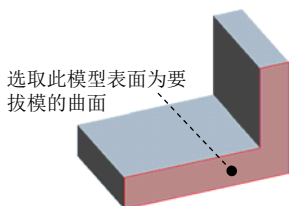
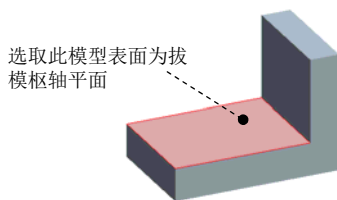
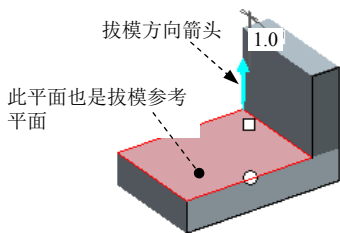
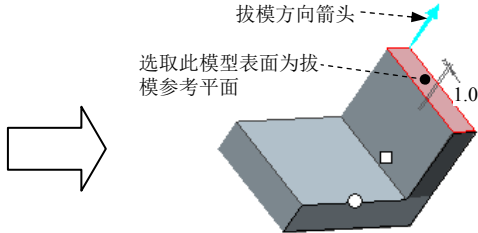

图 8.6.2 选取要拔模的曲面
图 8.6.3 选取拔模枢轴平面
图 8.6.4 拔模参考平面
图 8.6.5 拔模参考平面
Step3. 选取图 8.6.2 所示的表面为要拔模的曲面。
(1) 在操控板中单击  图标后的 单击此处添加项 字符。
(2) 选取图 8.6.3 所示的模型表面为拔模枢轴平面。完成此步操作后，模型如图 8.6.4 所示。
Step5. 选取拔模参考平面及改变拔模方向。一般情况下不进行此步操作，因为用户在选取拔模枢轴平面后，系统通常默认地以拔模枢轴平面为拔模参考平面（图 8.6.4）；如果要重新选取拔模参考平面，例如选取图 8.6.5 中的模型表面为拔模参考平面，可进行如下操作：
(1) 在“拔模”操控板中，单击  图标后的 1个平面 字符。
(2) 选取图 8.6.5 所示的模型表面。如果要改变拔模方向，可单击  按钮。